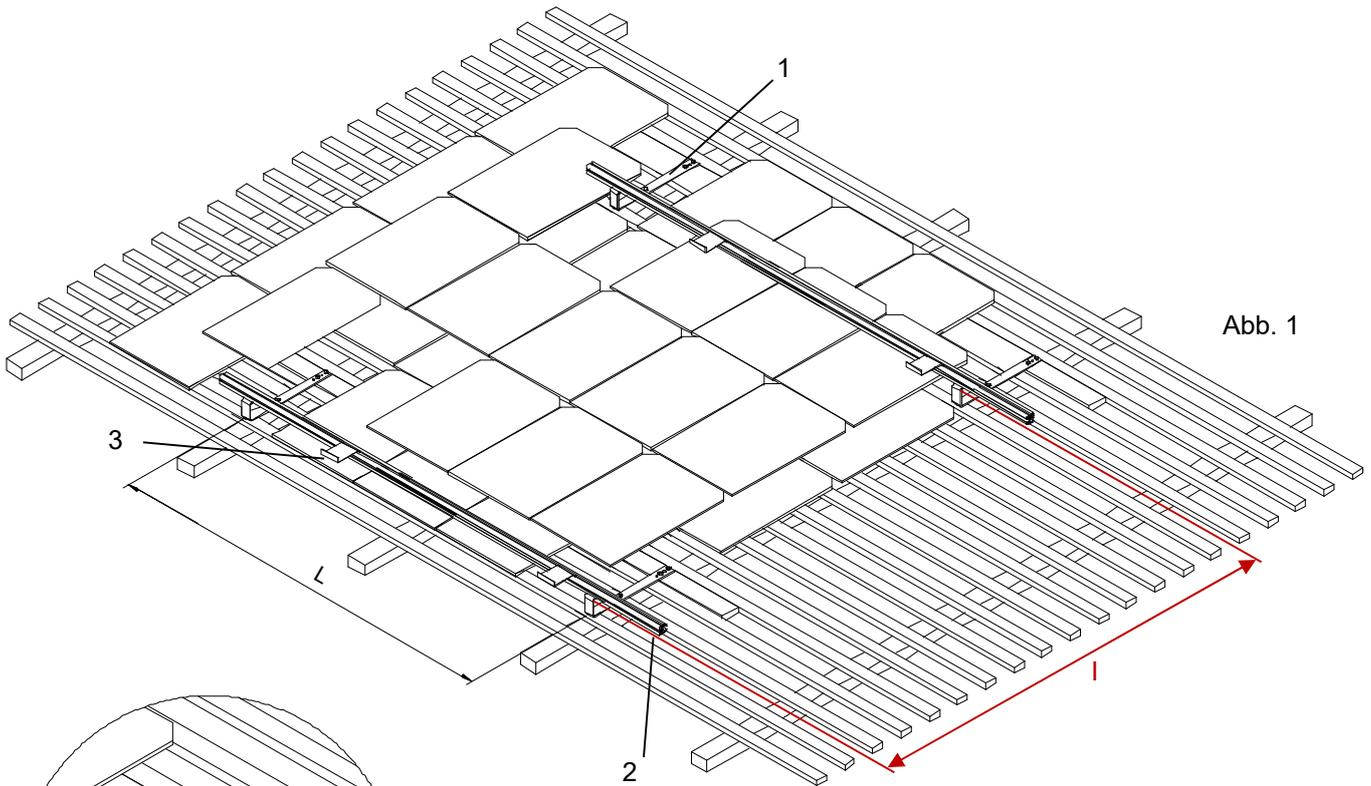
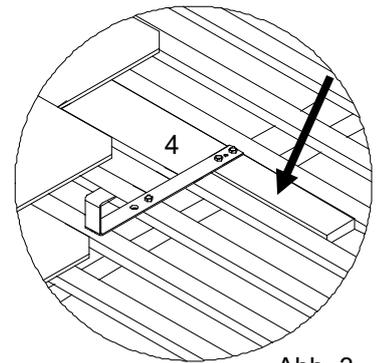

Abb. 1
Abb. 3
l (mm) → siehe Abb. 1	min. 1600 mm / max. 1850 mm
l (mm) → siehe Abb. 1	min. 815 mm / max. 930 mm
l (mm) → siehe Abb. 1	min. 815 mm / max. 1048 mm
2. Alle Dachhaken (1) sind nach empfohlenem Raster gemäß obiger Tabelle (Abstand L und I, siehe Abb. 1) zu montieren. Um die Höhe der vorhandenen Dachlatten auszugleichen, müssen ggf. zusätzliche Dachlatten eingezogen werden (siehe Pfeil, Abb.3).
3. Der Abstand zwischen Kollektoren und Dach soll so gering als möglich gehalten werden. Mittels Tellerkopf-Holzbauschrauben (4) werden die Haken an den Sparren befestigt (siehe Abb. 3).